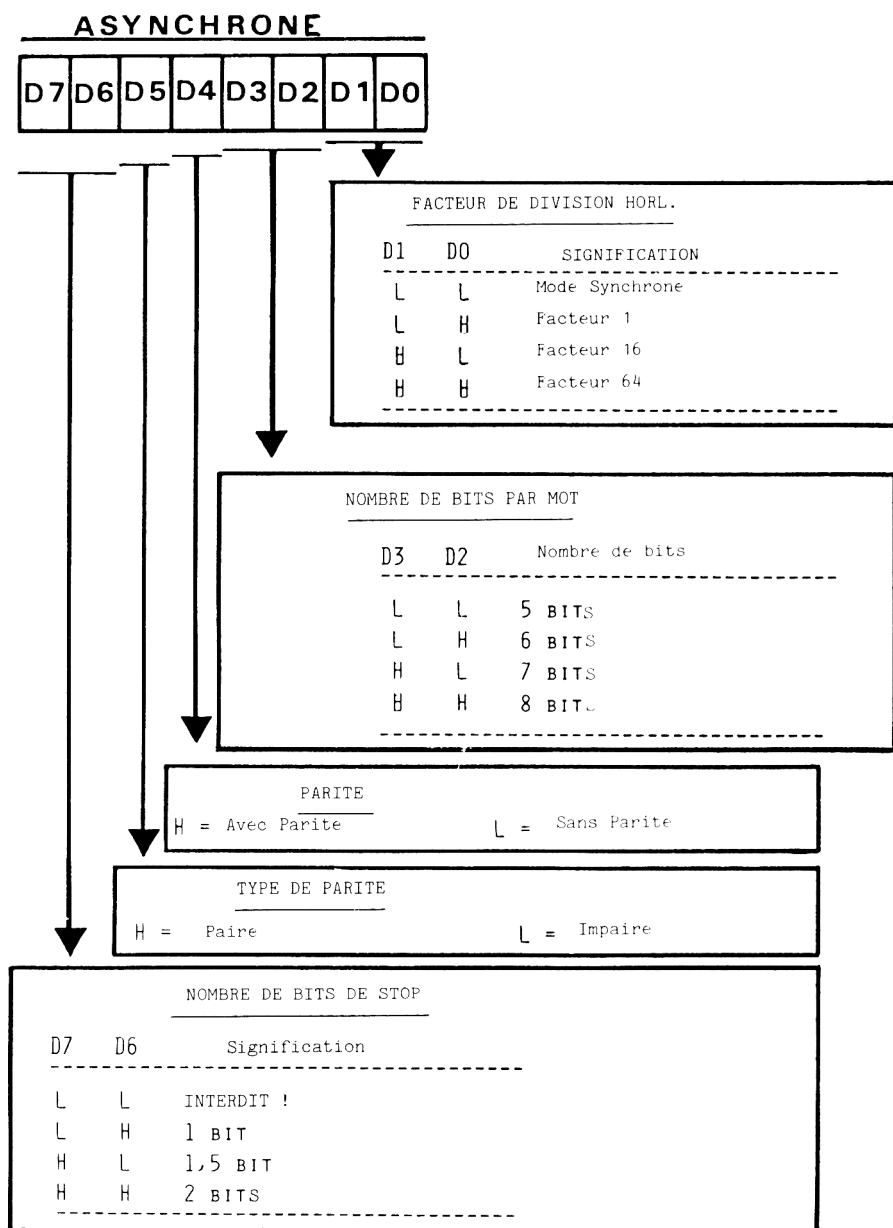

FIGURE 168 : REGISTRE "MODE DE FONCTIONNEMENT" (ASYNC.)
1. pour le mode asynchrone, voir figure 168
Le détail du registre de commande en mode asynchrone est donné à la figure 168.